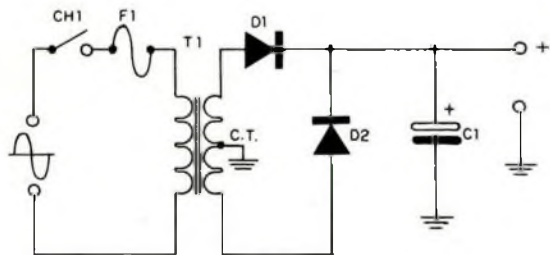

figura 7
Se o leitor quiser alimentar o aparelho através da rede elétrica poderá montar a fonte cujo circuito se encontra na figura 7 à guisa de orientação – neste caso o interruptor CH1, figura 3, deverá ser omitido; para que dois interruptores?
- d) Se for montada a fonte de alimentação sugerida na figura 7, é recomendável que ela seja montada na própria plaqueta do circuito de teste propriamente dito (figura 3) – tanto o fusível F1 como o interruptor CH1 são componentes externos à plaqueta, devendo ser fixados à caixa do circuito.
OBS.: Se você montar a fonte de alimentação, cujo circuito se encontra na figura 7, tenha o máximo cuidado para que os terminais “+” e terra não entrem em curto-circuito.